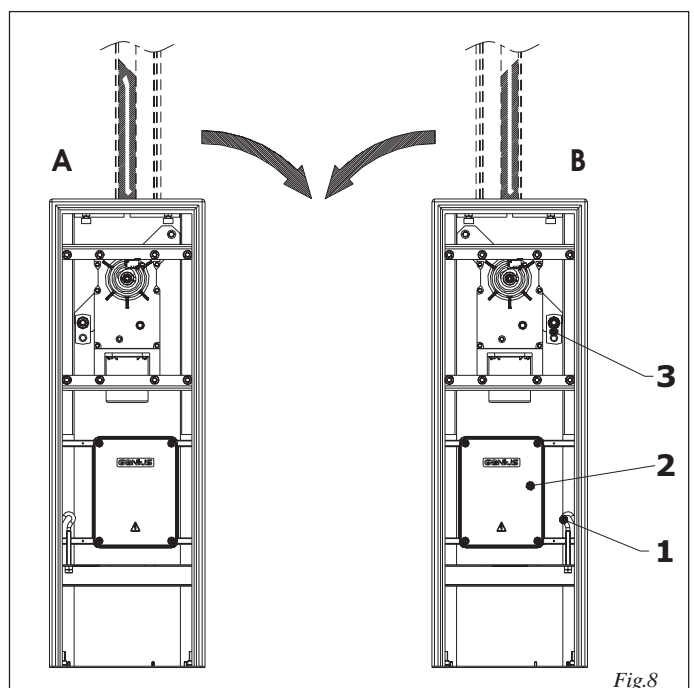

Fig.8
Attention: L'automatisme est fourni disposé pour une installation à gauche (fig.8 réf. A).
Pour transformer l'automatisme de gauche à droite (fig.8 réf. B), agir comme suit:
- démonter le tirant réf.1 fig.8.
- déplacer la centrale de droite à gauche réf.2 fig.8.
- positionner le tirant réf.1 fig.8 dans le trou à droite de la centrale.
- déplacer le disque de fixation du ressort, réf.3 fig.8, de l'axe de gauche à celui de droite.